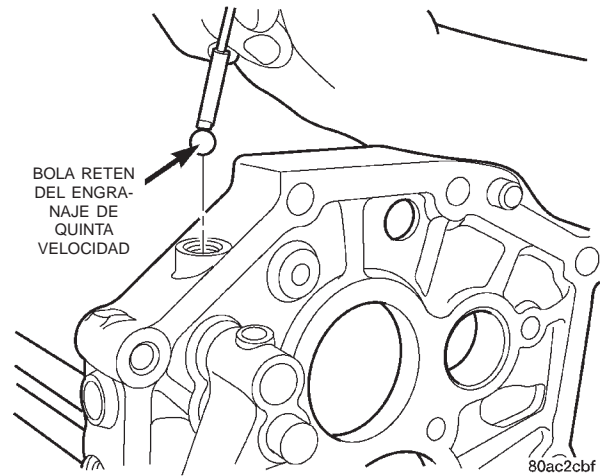
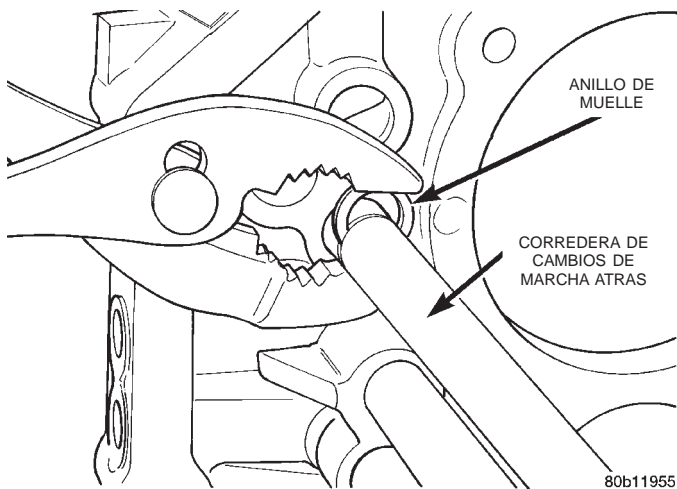

Fig. 83 Instalación de la bola retén del engranaje de quinta velocidad
Fig. 82 Instalación del anillo de muelle de marcha atrás
(10) Instale el anillo de muelle en la corredera de cambios de marcha atrás (Fig. 82).
(11) Instale el conjunto de la cabeza y la corredera de cambios de marcha atrás en la placa intermedia.
(12) Instale la bola de seguro y la bola retén del engranaje de quinta velocidad (Fig. 83).